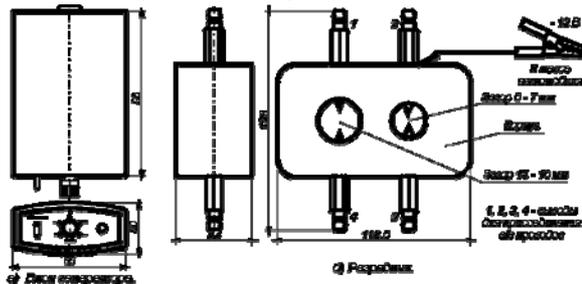

Рис. 1.
1) Стенд соответствует требованиям технических условий 4578 – 001 – 57581962 – 02 ТУ и габаритного чертежа рис. 1.